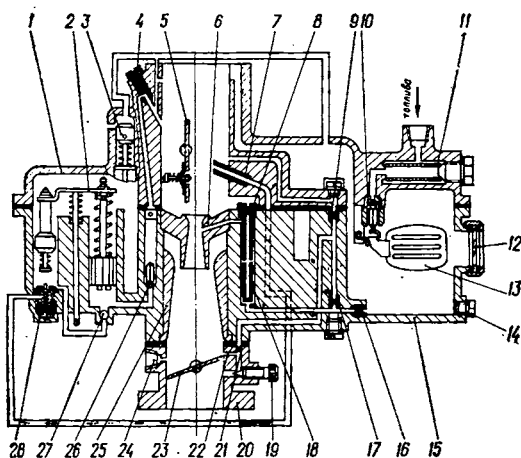

Рис. 33. Схема карбюратора:
**Карбюратор К-129В** (рис. 33) однокамерный, двухдиффузорный, с падающим потоком, экономайзером и ускорительным насосом, имеющими механический привод от дроссельной заслонки.
При вывертывании и заворачивании жиклеров остерегайтесь повреждения резьбы в отверстиях. Имейте в виду, что главный топливный жиклер и топливный жиклер холостого хода внешне весьма схожи между собой, но имеют разную резьбу: жиклер 16 (рис. 33) — резьбу  $M6 \times 1$ , а жиклер 17 — резьбу  $M5 \times 0,75$ .